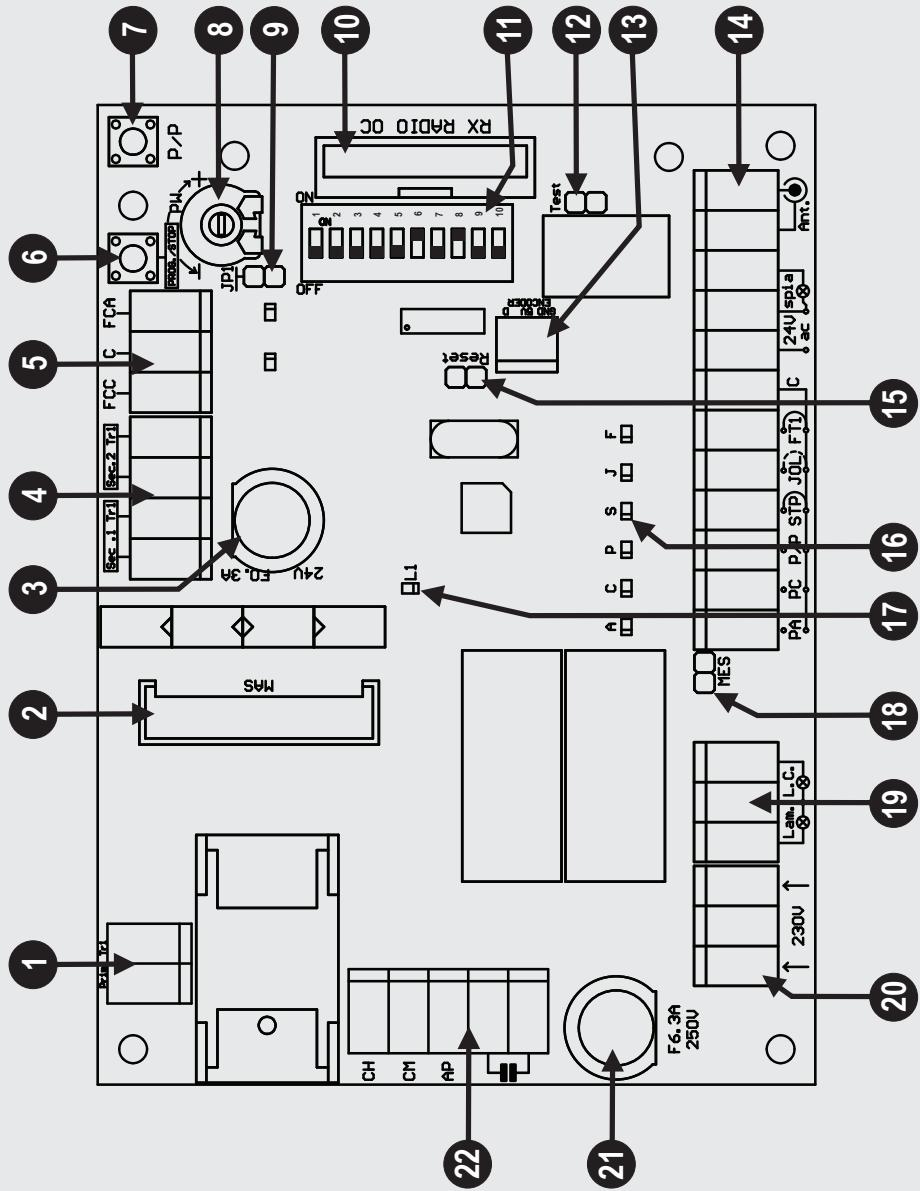

Fig. 1 / Abb. 1
## DESCRIZIONE DELLE PARTI (Fig. 1)
Se vengono usati motori con fincorsa interni, ad esempio motori per serrande, bisogna escludere il rallentamento (dip 9 OFF), escludere il freno (dip 8 OFF) e inserire il jumper JP1 (part. 9 di fig. 1).
- Con il foto test abilitato e la centralina in stand by i trasmettitori delle fotocellule non sono alimentati e l'ingresso FT1 è aperto (led spento). In questa condizione possiamo verificare ugualmente il funzionamento delle fotocellule cortocircuitando il jumper Test (part.12 di Fig 1).
## UTILIZZO RICEVITORE OC2 (part. 10 di fig. 1)
Il funzionamento della centralina T101F è identico alla versione T101 ad eccezione delle funzioni dei dip 8, 9 e 10 (part. 11 di fig.1).